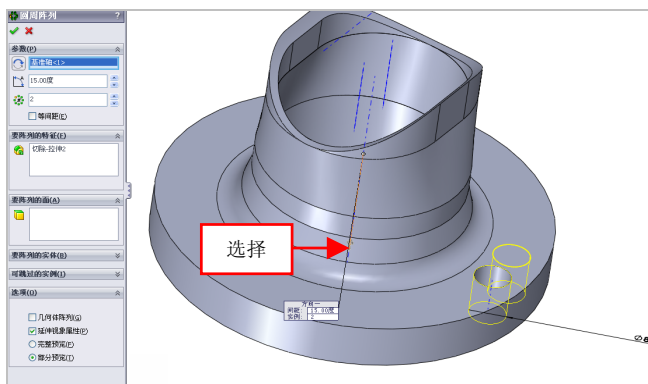

图 6-53 选择阵列特征和阵列轴
(3) 弹出【圆周阵列】属性管理器，在绘图区中，选择【切除-拉伸 2】特征为阵列特征、【基准轴 1】为阵列轴，如图 6-53 所示。